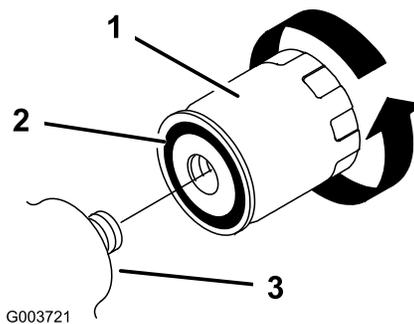

Рисунок 32
5. Снимите старый фильтр (Рисунок 32) и начисто протрите поверхность прокладки адаптера фильтра.
6. Нанесите тонкий слой гидравлической жидкости на резиновую прокладку нового фильтра (Рисунок 32).
7. Установите новый гидравлический фильтр в адаптер фильтра (Рисунок 32). Поверните гидравлический фильтр по часовой стрелке, пока резиновая прокладка не соприкоснется с адаптером фильтра, после этого затяните фильтр, повернув его еще на 1/2 оборота.